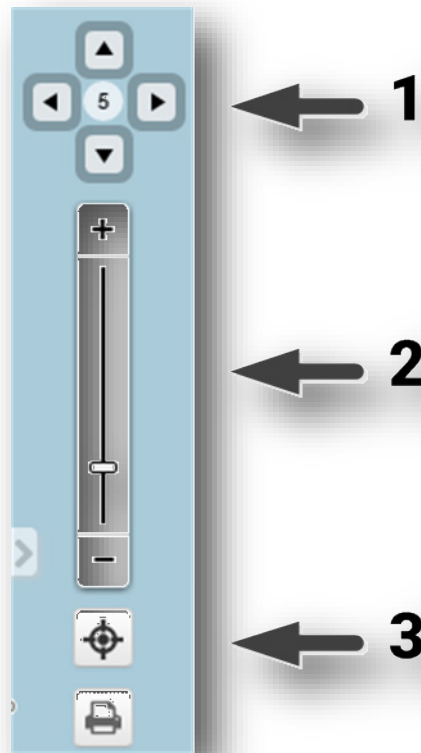

Рисунок 58. Элементы управления картой
- Специальными элементами управления на экране монитора (рис. 58).